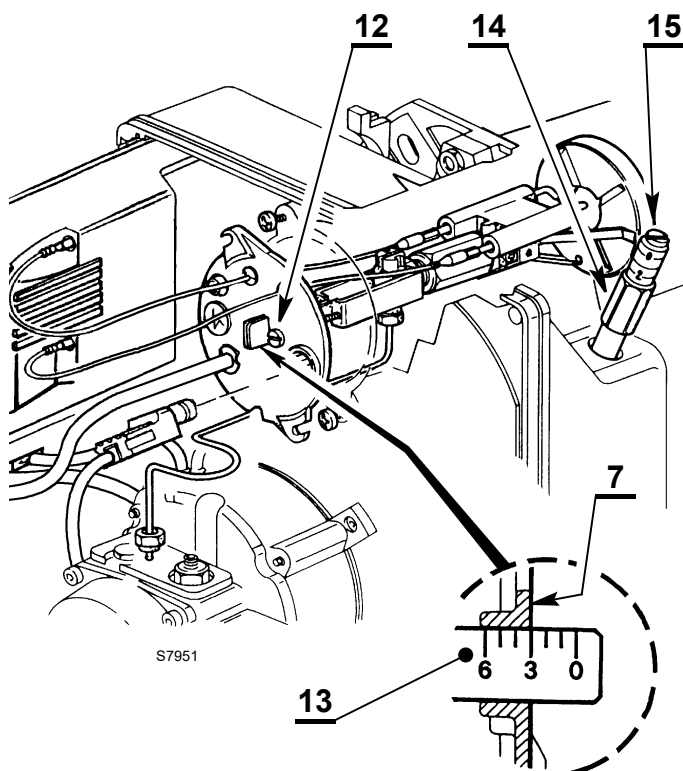

Рис. 9
- поворачивайте по или против часовой стрелки регулировочный винт 12)(Рис. 9), пока метка на регулировочной планке 13)(Рис. 9) не совпадет с внешней плоскостью держателя форсунки 7)(Рис. 9).
- Ослабьте гайку 14)(Рис. 9) и отрегулируйте заслонку с помощью винта 15)(Рис. 9).